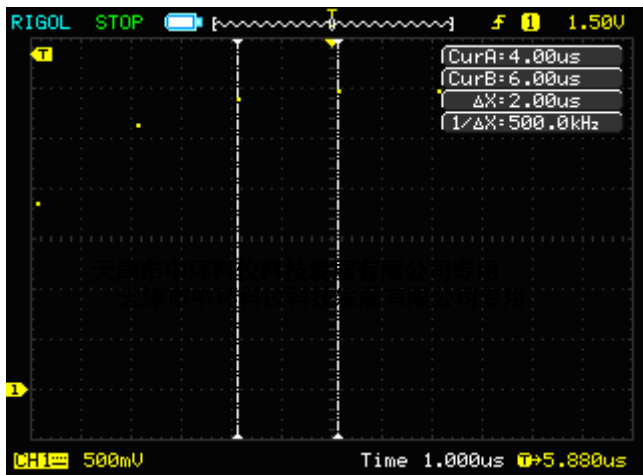
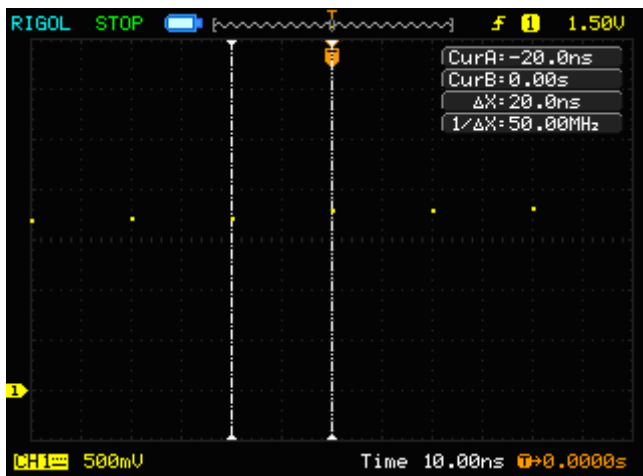
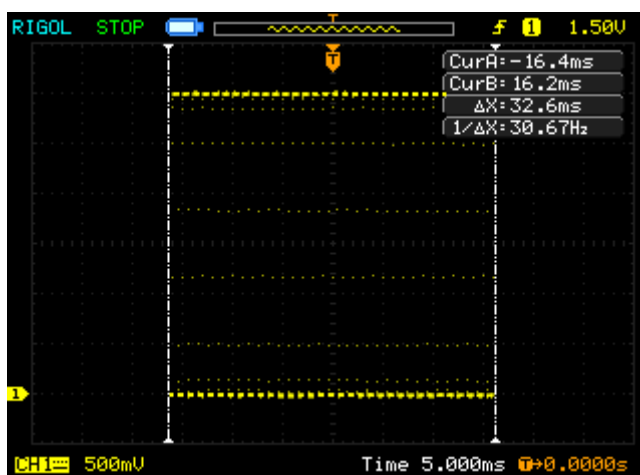
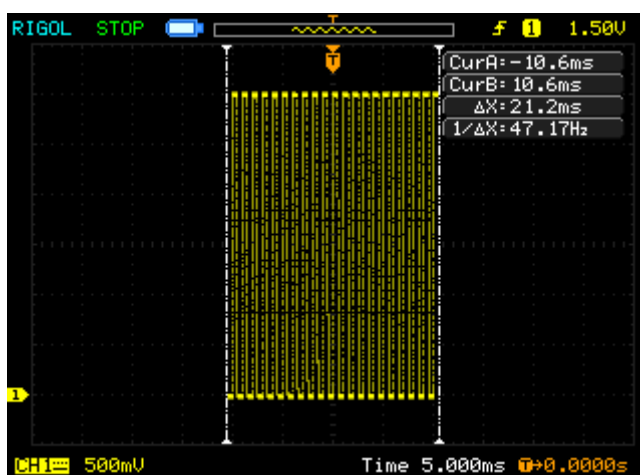

图 1-1 采样率计算示例（捕获时基 500 μ s，存储方式普通）
图 1-2 采样率计算示例（捕获时基 500 μ s，存储方式长存储）
图 1-3 存储深度计算示例（捕获时基 500 μ s，存储方式普通）
图 1-4 存储深度计算示例（捕获时基 500 μ s，存储方式长存储）
- 2) 按下“**Acquire**”功能键，用菜单键选择“存储深度”方式——“普通”或“长存储”。（图例中，图 1-1、图 1-3 为普通存储方式下的示例，图 1-2、图 1-4 为长存储方式下的示例。）
- 旋转操作面板上“HORIZONTAL”框内的“SCALE”旋钮，将显示的时基调小，使波形拉伸至可以在屏幕上清晰地区分相邻的某两个采样点。如图 1-1、图 1-2。
- 按下“Cursor”功能键，用菜单键选择“光标模式”为“手动”。分别用菜单键选中“CurA”、“CurB”、调节两个光标的位置，使它们分别与相邻的某两个采样点重叠。如图 1-1、图 1-2。
- 读取采两个样点的间隔时间 ΔX 。根据： $\text{采样率} = 1 \text{ s} / \Delta X$ ，计算采样率。如图 1-1，采样率为 500 kSa/s；图 1-2，采样率为 50 MSa/s。（说明：在用光标测量时，屏幕可以显示 $1 / \Delta X$ 的值，但这是频率值，单位为 Hz。采样率的数值与 $1 / \Delta X$ 的值相同，只是单位换成 Sa/s，所以可以省略计算直接读取 $1 / \Delta X$ 的值，变换单位即是采样率。）
- 9) 旋转操作面板上“HORIZONTAL”框内的“SCALE”旋钮，将显示的时基调大，使波形收缩至可以在屏幕上完整显示一次捕获的整个波形。如图 1-3、图 1-4。
- 10) 按下“Cursor”功能键，用菜单键选择“光标模式”为“手动”。分别用菜单键选中“CurA”、“CurB”、调节两个光标的位置，使它们分别与完整波形最左端和最右端的两个采样点重叠。如图 1-3、图 1-4。
- 11) 读取两个光标间的间隔时间 ΔX 。这里 ΔX 是一次捕获下来的完整波形的时间长度。依据：存储深度 = 采样率 $\times \Delta X$ ，计算存储深度。如图 1-3，存储深度为 16.3 kpts；图 1-4，存储深度为 1.06 Mpts。